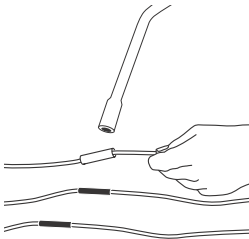

Fig. 8 Aplicación de calor a un conector
5. Centre el tubo termorretráctil en el conector. Use un soplete de propano, un encendedor o una pistola de aire caliente para calentar uniformemente el tubo, comenzando por el centro y continuando hacia los extremos. Consulte la fig. 8.